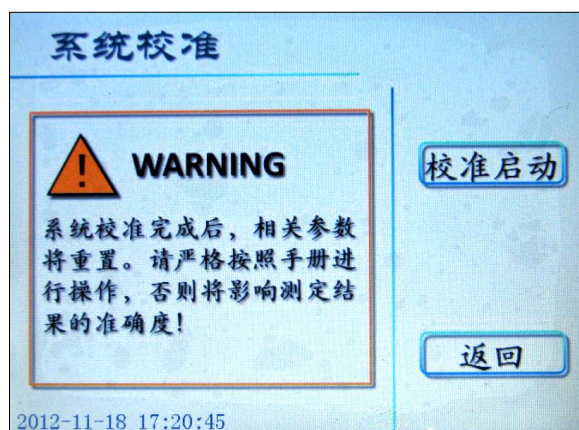

图 11 系统校准页面
6. 在图 10 页面下, 按 **系统校准** 键进入系统校准页面 (图 11), 一般使用新出厂的设备是不用进行系统校准, 使用一段时间后, 中和